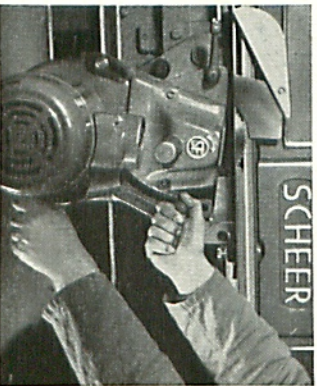

Bild 12
When cutting veneers the saw blade should project above the work by its tips only (Fig. 10). Plastic boards are cut with carbide-tipped saw blades only, with the saw blade set to the maximum height (Fig. 11). Height adjustment of the saw blade is effected by loosening the two clamping levers (58, 66), while the motor is held by its handle (68). Refer to Fig. 12. Adjust height of cut and tighten lever (66). The clamping levers can be pulled out and set to the respectively most handy position.
Les panneaux de matière plastique ne doivent être sciés qu'avec des lames à mises rapportées en carbure métallique réglées à la hauteur maximum. Pour régler la hauteur de la lame, desserrer les 2 manettes de blocage (58, 66) tout en maintenant le moteur par la poignée (68) (fig. 12). Régler la lame à la hauteur désirée et rebloquer les manettes. Tirer les manettes hors de leur logement pour les placer à la position la plus favorable pour leur manœuvre.
**Kunststoffplatten** werden nur mit hartmetallbestückten Sägeblättern geschnitten, wobei das Sägeblatt auf die größtmögliche Schnitthöhe einzustellen ist. (Bild 11) Die Höhenverstellung des Sägeblattes geschieht durch Lösen der beiden Klemmhebel (58, 66) wobei der Motor am Handgriff (68) festzuhalten ist. (Bild 12) Dann Schnitthöhe einstellen und den Klemmhebel (66) festziehen. Die Klemmhebel können durch Herausziehen in die jeweils handlichste Stellung gebracht werden.